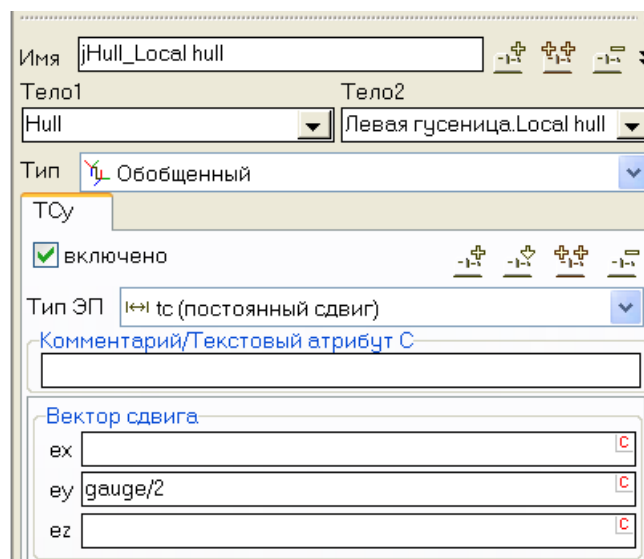

Рис. 31 Шарнир, жестко связывающий корпус ГМ и локальный корпус левой гусеницы
- Задайте сдвиг гусеницы в поперечном направлении на половину ширины колеи. В примере на рис. 31 ширина колеи задана идентификатором gauge=2.6м.